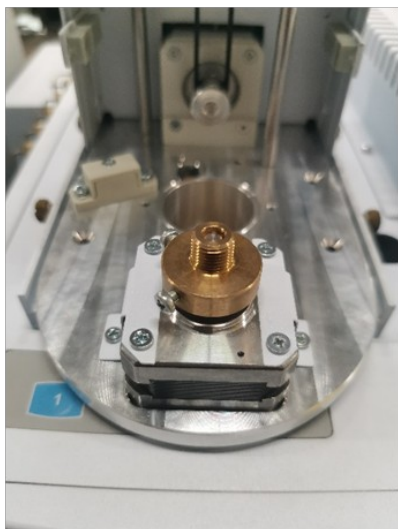
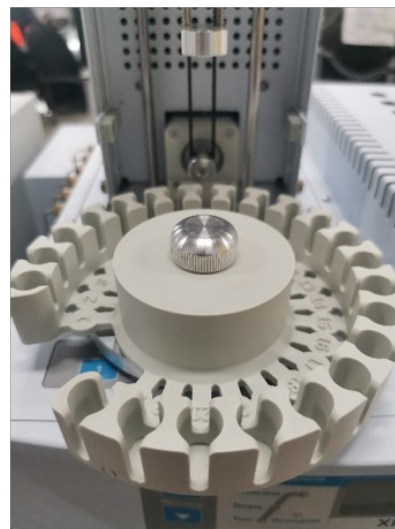

Рис. 10: Двигатель дозатора
Рис. 12: Фиксирующая гайка
7. Установите карусель на двигатель дозатора и зафиксируйте её верхней гайкой (Рис. 10–Рис. 12).